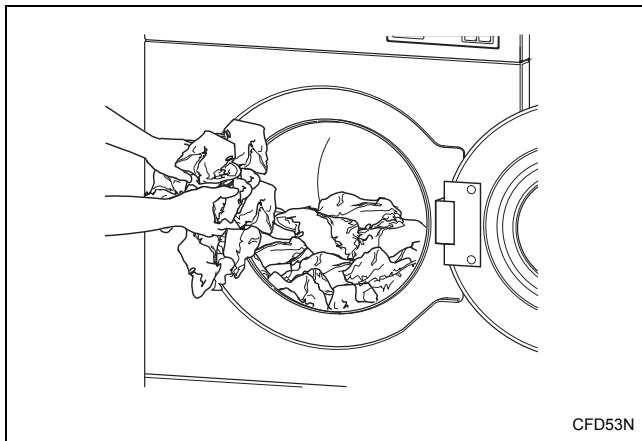

Figure 4
3. Charger à pleine capacité si possible. **NE PAS SURCHARGER.** Se reporter à la *Figure 4*.